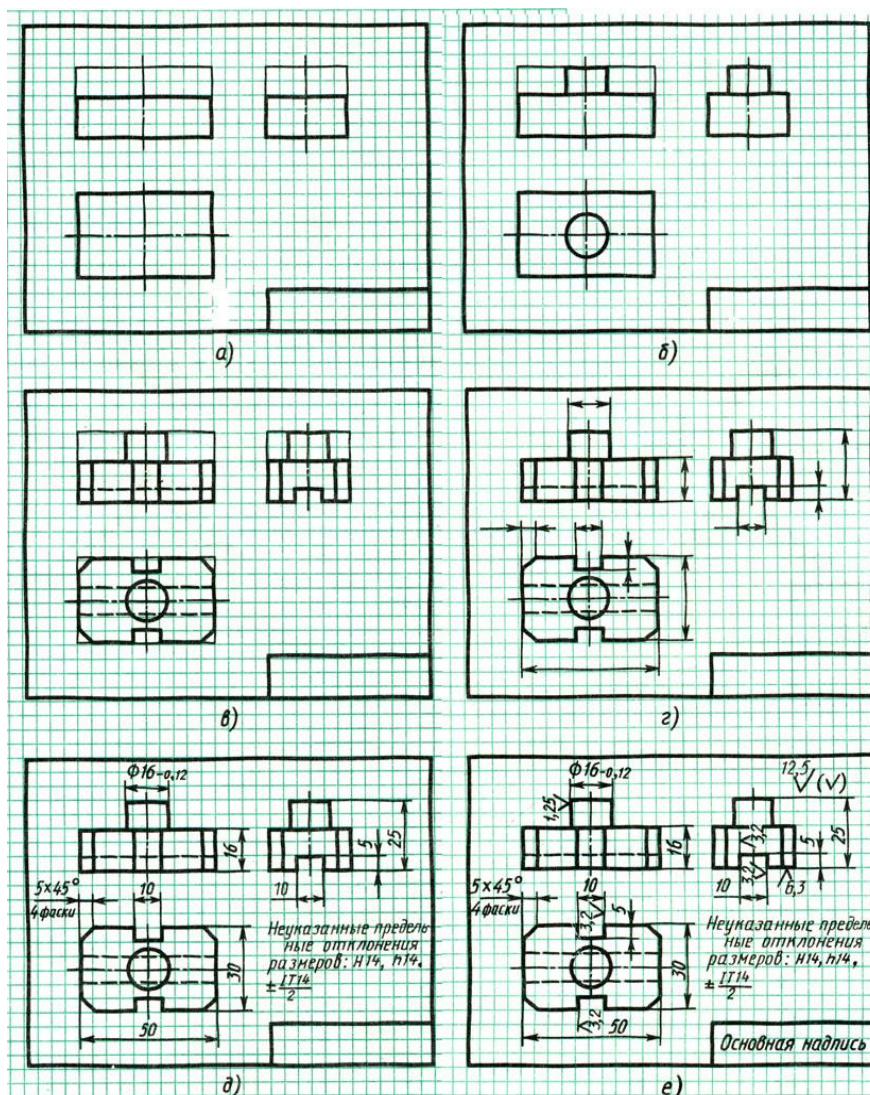

Рис. 4.3.3. Пример выполнения эскиза по последовательности построений изображений.
*СОДЕРЖАНИЕ ЗАДАНИЯ: По заданным моделям научиться приемам построения эскизов для выполнения рабочих чертежей, соблюдая порядок выполнения, используя приемы измерения деталей, согласно примера на рис.4.3.3.*